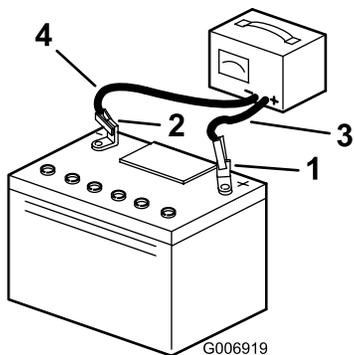

Figure 29
- Débranchez les câbles du chargeur des bornes de la batterie (Figure 29).